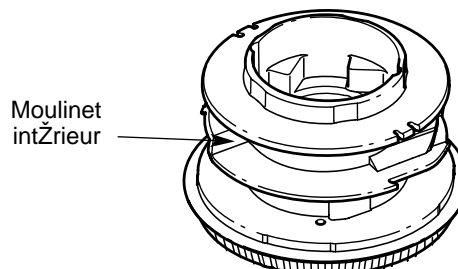

Fig. 50
- Retirez tout le fil du moulinet intŽrieur avant de nettoyer. Enlevez tout dŽbris ou trace d'herbe du bouton, du ressort, du moulinet et du joint en mousse. Lavez le moulinet intŽrieur avec de l'eau tiŽde savonneuse (Fig. 50).